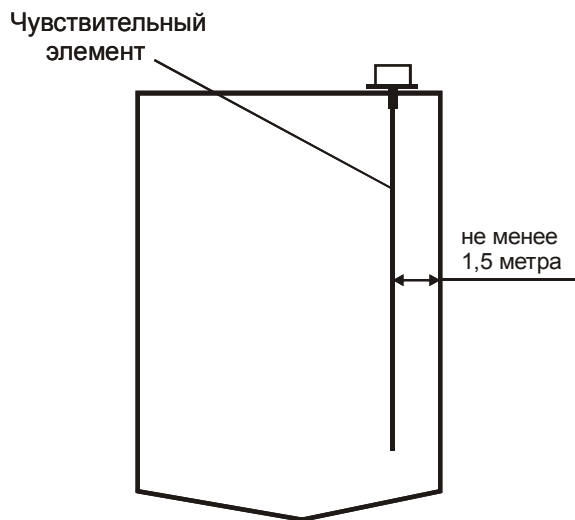
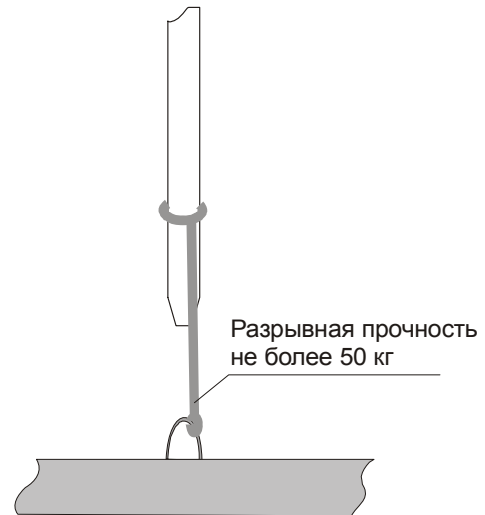

Рисунок 1
Рисунок 2
6.3 В металлических бункерах для уменьшения влияния стенки на результат измерения уровня рекомендуется устанавливать термоподвеску на расстоянии более 1,5 м от нее (рисунок 1). Для предотвращения отклонения чувствительного элемента термоподвески от вертикального положения и прижима его к стенам бункера загружаемым в него продуктом допускается фиксация нижнего конца чувствительного элемента к основанию бункера (рисунок 2). Фиксация чувствительного элемента должна быть осуществлена непроводящим шнуром, имеющим разрывную прочность не более 500Н (50 кг).